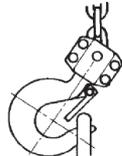

Рисунок 4.1.
- Никогда не нагружайте крюк в передней части защелки безопасности (Рисунок 4.1).